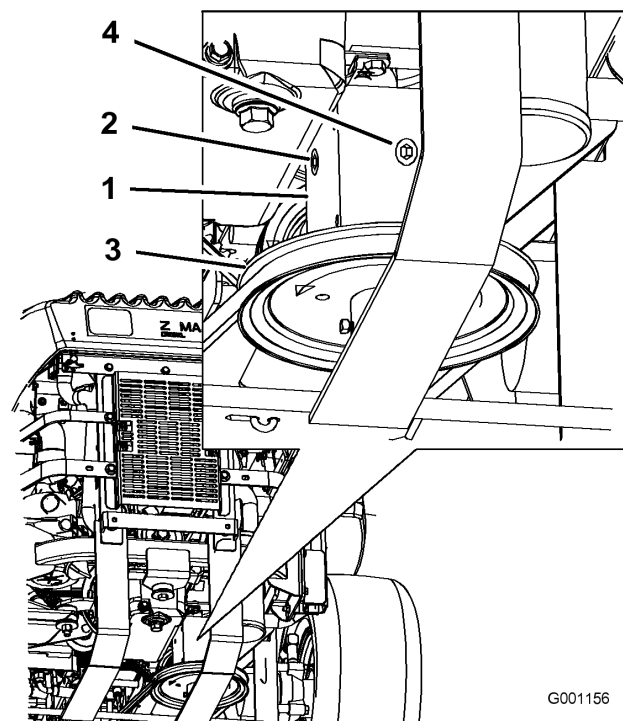

Figura 50
4. Retire el tapón lateral o trasero de la caja de engranajes. (Figura 50).